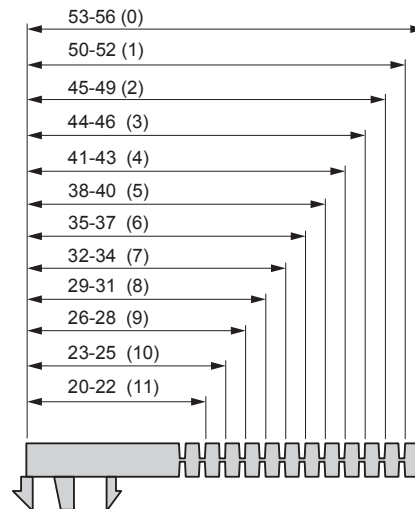

Fig. 12
Tabellen angir justering av glassklosser til rett bredde. Eks.: 41–43 (4) angir intervall for glasstykkelse og antall strips som klippes bort. Fig. 12.